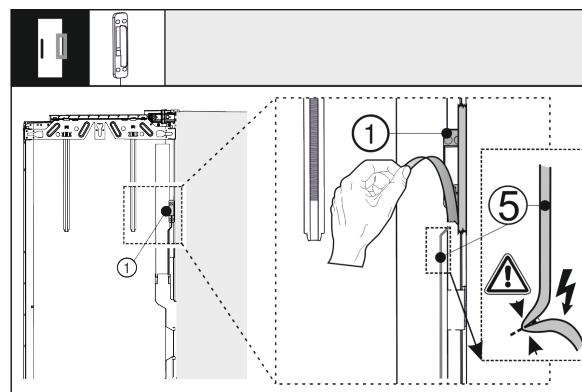

Fig. 40
- Separar el sensor de golpes Fig. 40 (1) de la puerta exterior. No dañar el cable de conexión Fig. 40 (5).